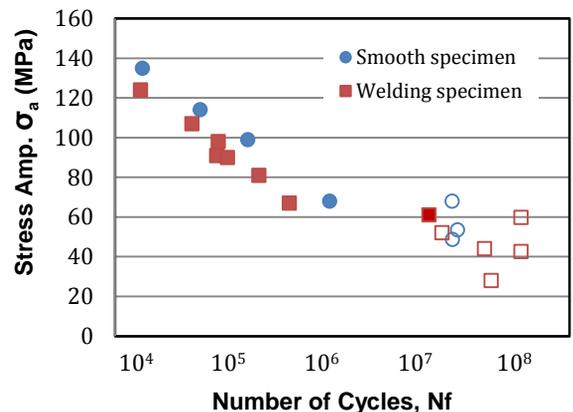

図1 平滑材及び溶接継ぎ手材のS-N線図
- ▶ 平滑材 (Smooth Specimen) と溶接継手材 (Welding Specimen) の変位一定型平面曲げ疲労試験機による疲労試験を行い、平滑材で68 MPa、溶接継手材 (余盛り除去) で60 MPaの疲労限度となり、溶接しても約13%の低下に留まることが明らかとなった (図1)。